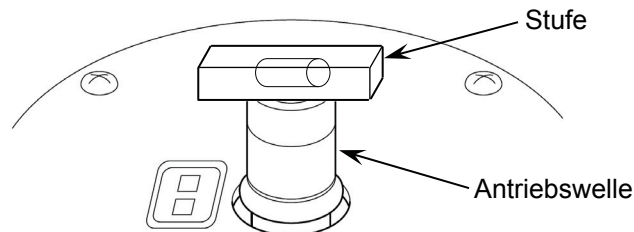

Abb. 5-3 Platzierung der Libelle
- (2) Schalten Sie den Netzschalter der Ultrazentrifuge ein, öffnen Sie die Kammerklappe und schalten Sie den Netzschalter dann aus. Sollte die Ultrazentrifuge noch nicht angeschlossen sein, gehen Sie wie in Abschnitt 2-5 „Notfallwiederherstellung bei einem Netzausfall“ beschrieben vor, um die Frontabdeckung zu entfernen und die Kammerklappe zu öffnen.
- (3) Legen Sie die mit der Ultrazentrifuge gelieferte Libelle auf die Antriebswelle in der Rotorkammer und verstellen Sie die vier Höhenversteller so, dass die Ultrazentrifuge exakt waagrecht steht (Abb. 5-3).
- (4) Stellen Sie nach der Nivellierung sicher, dass alle vier Höhenversteller fest auf dem Boden stehen. Wenn die Ultrazentrifuge beim leichten Drücken zur Seite nicht wackelt, ist die vorschriftsmäßig aufgestellt.